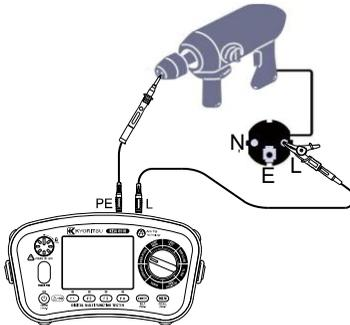

Fig. 9-8
(2) Haga las conexiones como se muestra en las Fig. 9-8 y 9-9 para verificar el aislamiento.